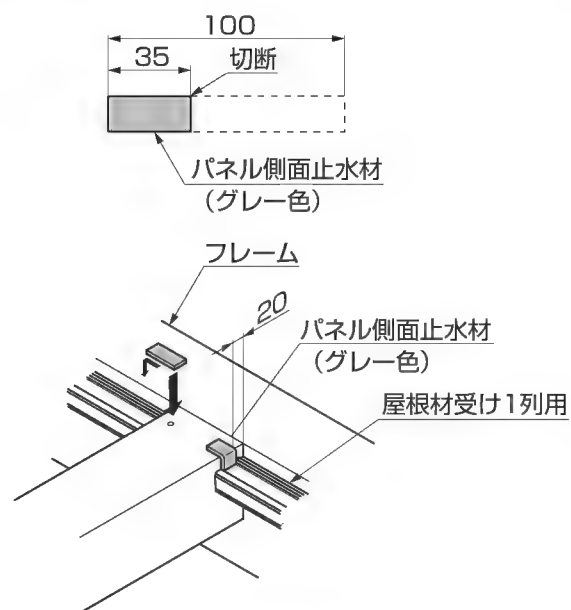

図8-2 A部詳細図
- ① パネル側面止水材を35mmに加工してA部のフレーム・中間フレームに貼付けてください。(図8-2参照)